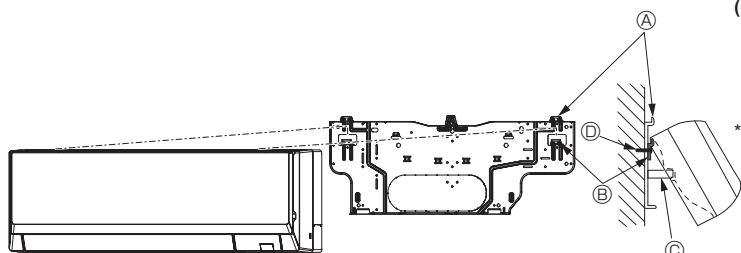

Fig. 3-12
- Si la unidad interior no puede colgarse y levantarse con el gancho normal (las dimensiones de 2.1. ⊗ (el espacio entre el techo y la unidad) son como máximo de 75 mm, 2-61/64 pulgadas), cuelgue la unidad en el gancho inferior para la tubería izquierda. (Fig. 3-12)
(Fig. 3-12)